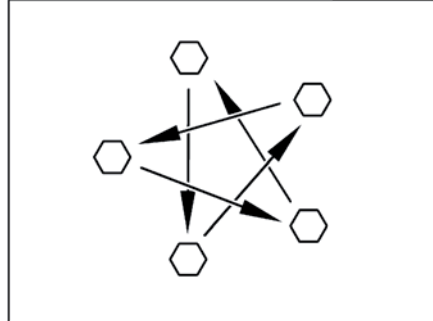

Fig. 169 Serrer en croix les écrous ou les boulons de roue
- Vérifier régulièrement le serrage des écrous ou des boulons de roues. Reserrer alternativement et en croix (Fig. 169) tous les écrous ou les boulons de roue 50 km après le changement d'une roue. Couple de serrage, voir paragraphe 15.5.2.
- ▷ Serrer en croix les écrous ou les boulons de roue (Fig. 169).